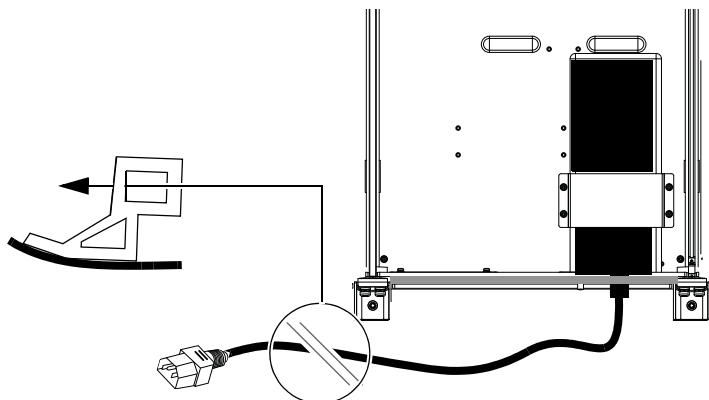

Figure 15. Passage du câble à travers la plaque de connexion arrière et branchement sur le bloc d'alimentation (commutateur Ethernet non représenté)
- 6 Faites sortir l'autre extrémité des câbles CA à travers l'ouverture de chaque plaque de connexion arrière et faites les passer par les ouvertures de guidage des câbles (carrées) supérieures des panneaux arrière, comme représenté sur la Figure 15.